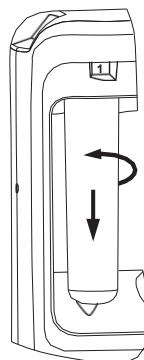

Fig. 9b
- Per rimuovere una cartuccia, ruotarla in senso antiorario, come mostrato nella Fig. 9b, e rimuoverla.
- Ruotare la cartuccia usata in senso antiorario e rimuoverla, come mostrato nella Fig. 9b.